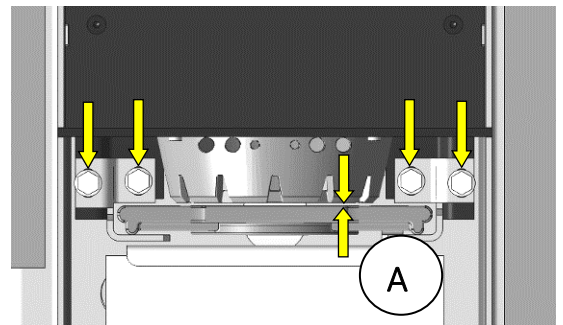

Abb. 53: Abstand Gussrost- Brennertopf
2. Prüfen Sie den vertikalen Abstand (A) zwischen Brennertopf und Gussrost (Abb. 53). Der Abstand darf nicht größer als 1 mm sein. Gegebenfalls Spalt / Abstand einstellen. Dazu die vier mit Pfeilen markierten Schrauben lösen.